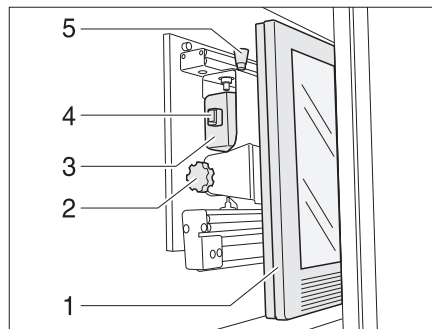

Fig. 130 Armario de TV
- Presionar el botón de desbloqueo (Fig. 130,5) y tirar el soporte para la pantalla plana hacia adelante hasta el tope agarrándolo del tirador (Fig. 130,4).
- Tirar del botón de desbloqueo (Fig. 130,1) y girar la pantalla plana (Fig. 130,2) a la posición deseada.
- Aflojar el tornillo moleteado (Fig. 130,3).